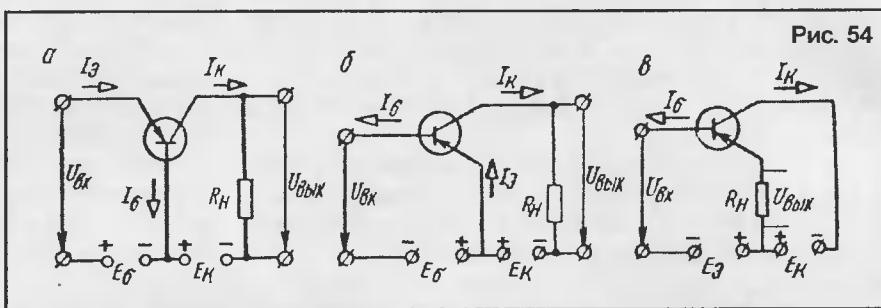

Рис. 54
**СХЕМЫ ВКЛЮЧЕНИЯ ТРАНЗИСТОРОВ.** Возможны три схемы включения транзистора: с общей базой (рис. 54а), с общим эмиттером (рис. 54б), и с общим коллектором (рис. 54в). Они отличаются только свойствами, но принцип усиления электрических колебаний остается неизменным.